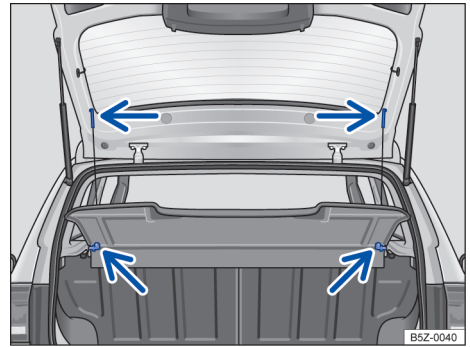

Fig. 112 No compartimento de bagagem: remover e instalar a cobertura do compartimento de bagagem.
- Desprender os cordões de retenção do suporte da tampa traseira → Fig. 112 (setas superiores).
- Retirar a cobertura do compartimento de bagagem por trás, para fora dos suportes laterais → Fig. 112 (setas inferiores).
- Empurrar a cobertura do compartimento de bagagem para a frente, introduzindo-a nos suportes laterais → Fig. 112 (setas inferiores).
- Encaixar os cordões de retenção na tampa traseira → Fig. 112 (setas superiores).